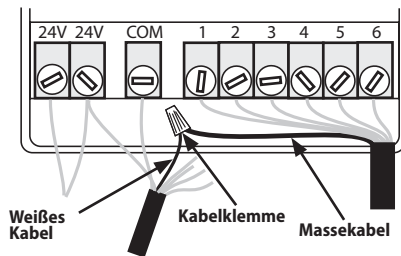

Abb. 9
- Verbinden Sie das bzw. die eben entfernten Kabel der Masseklemme 'COM' mit einer Kabelklemme mit dem weißen Kabel des SMRT-Y (siehe Abb. 9).